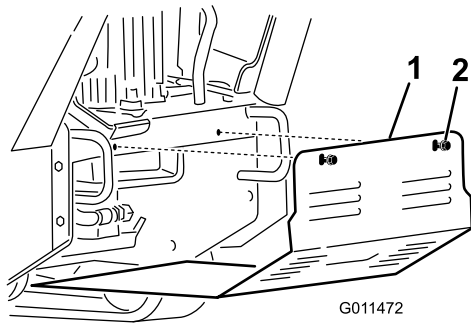

Bild 24
3. Lösen Sie nacheinander die 2 Schrauben, mit denen das untere Schutzblech befestigt ist, bis Sie es abnehmen können (Bild 24).
5. Schieben Sie das untere Schutzblech so in die Maschine, dass es auf allen vier Nasen aufliegt und befestigen es mit den zwei vorher gelösten Schrauben, um das Schutzblech vor dem Einsatz der Maschine zu montieren (Bild 24).